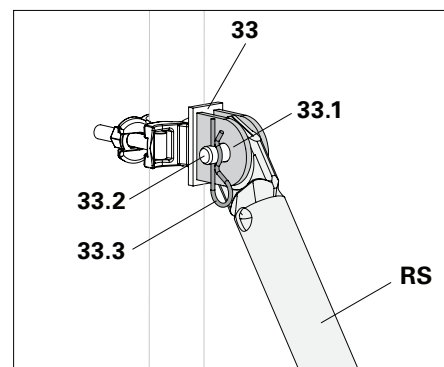

Fig. A8.03
Collegare puntello (RS) e staffe (33.1) con perno (33.2) e inserto a molla (33.3). (Fig. A8.03)